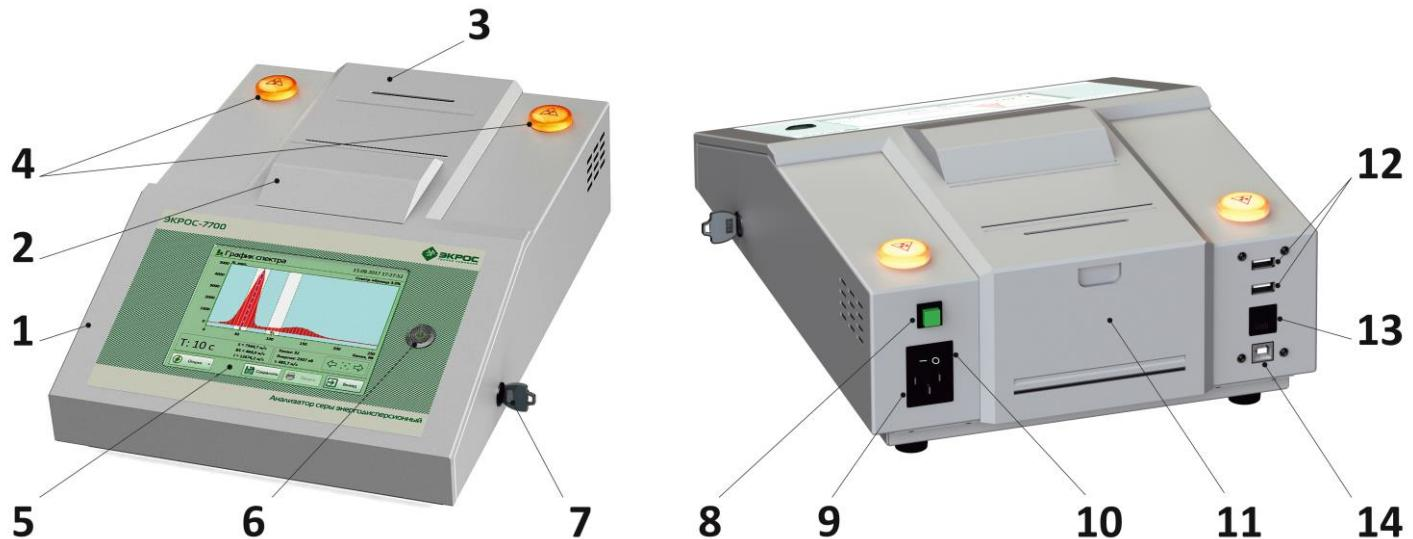

Рисунок 5
- 10.1 Анализатор (Рисунок 5) представляет собой стационарный настольный лабораторный прибор, состоящий из электронных и электромеханических узлов, установленных в едином корпусе (1). На площадке в верхней части корпуса расположено кюветное отделение (2), крышка печатающего устройства (3) и два световых индикатора радиационной опасности (4). На наклонной передней панели анализатора находится цветной сенсорный экран (5), обеспечивающий функции ввода и вывода необходимой информации и кнопка включения (6) со встроенной световой индикацией. В передней части правой боковой стенки корпуса установлен электромеханический замок-выключатель питания источника рентгеновского излучения (7). На задней панели прибора расположены: кнопка протяжки бумаги (8) печатающего устройства, гнездо (9) для подключения сетевого кабеля со встроенным
13.4.1 Перед началом работ необходимо установить бумагу для печати в принтер. Для этого следует откинуть крышки принтера (поз. 3 и 11, Рисунок 5) в задней части анализатора. В рулон с бумагой продеть съёмную ось принтера, свободный конец бумаги продеть в принтер и вывести через прорезь между корпусом анализатора и крышкой принтера. Для продвижения бумаги служит кнопка (поз. 8, Рисунок 5), расположенная в левой части задней стенки анализатора.